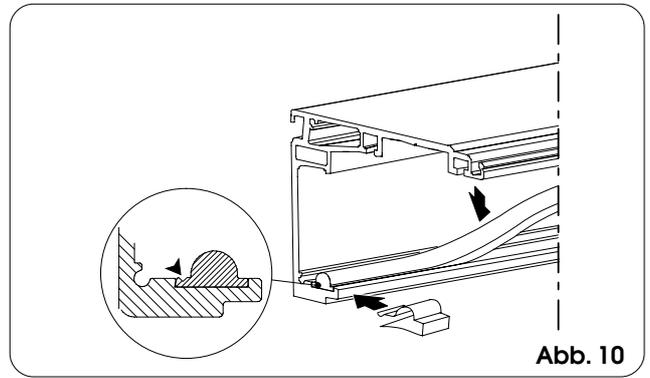

Abb. 10
- Die Gleitführung einsetzen und an den Enden mit den entsprechenden elastischen Klemmen (Abb. 10) befestigen. Bei den Toren mit doppeltem Flügel ist auch ein elastischer Greifer vorgesehen, der in der Mitte positioniert wird.
- ➔ Die Führung ist nicht symmetrisch, sondern muß in einer bestimmten Richtung montiert werden: die Seite mit der kleinen Nute sollte gegen die Wand zeigen (Abb. 10); Darüber hinaus sollte die Führung an beiden Enden um ca. 1 cm kürzer sein, als das Halteprofil.